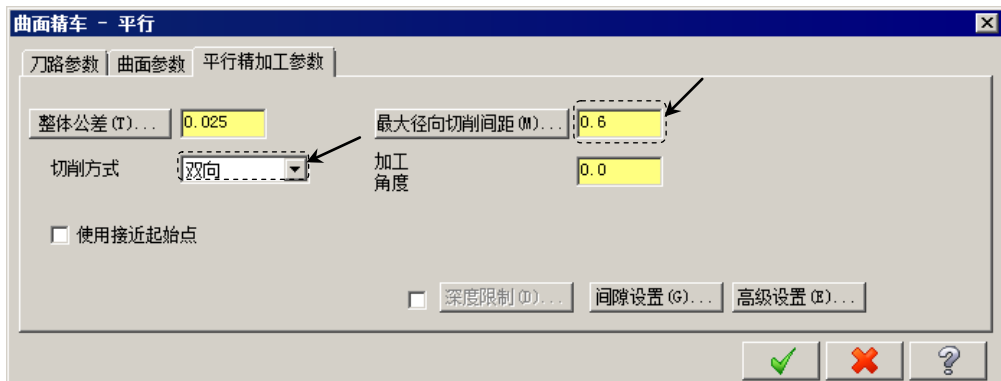
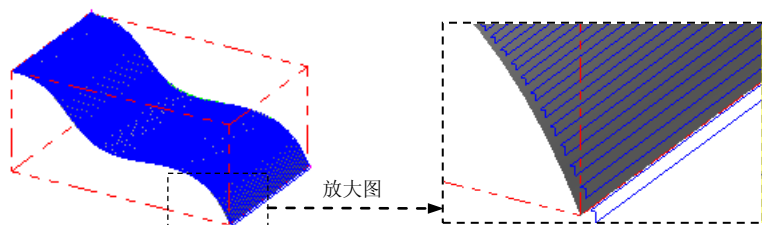

图 6.2.5 “平行精加工参数”选项卡
图 6.2.6 工件加工刀路
- (1) 在“曲面精车-平行”对话框中单击 **平行精加工参数** 选项卡，如图 6.2.5 所示。
- (2) 设置切削方式。在 **平行精加工参数** 选项卡的 **切削方式** 下拉列表中选择 **双向** 选项。
- (3) 设置切削间距。在 **平行精加工参数** 选项卡的 **最大径向切削间距 (mm)...** 文本框中输入值 0.6。
- (4) 完成参数设置。对话框中的其他参数设置保持系统默认设置，单击“曲面精车-平行”对话框中的 **✓** 按钮，同时在图形区生成图 6.2.6 所示的刀路轨迹。
(1) 在“操作管理”中单击上一步创建好的刀路节点，系统弹出“刀路模拟”对话框及“刀路模拟控制”操控板。
(2) 在“刀路模拟控制”操控板中单击  按钮，系统将开始对刀具路径进行模拟，结果与图 6.2.6 所示的刀具路径相同，在“刀路模拟”对话框中单击  按钮。